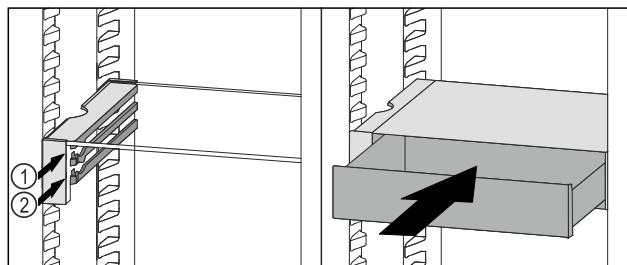

Fig. 174
- Plasser VarioSafe-skuffen bak stopperne på ønsket rille Fig. 174 (1) eller Fig. 174 (2).